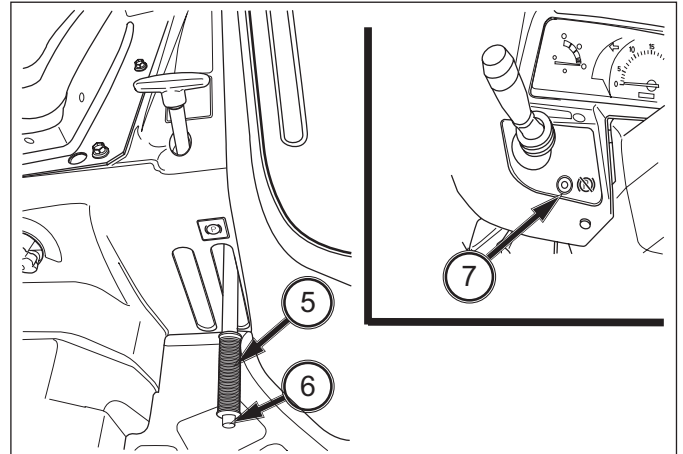

ABB. 48
ABB. 48 und 49: Das innere Bremspedal (1) und das äußere Bremspedal (2) wirkt jeweils unabhängig auf die Bremsen für das linke und rechte Rad, um Kurvenfahrten zu erleichtern. Bei Straßenfahrten oder bei schneller Fahrt müssen die Bremspedale mit einer Verzahnungsplatte (3) verbunden werden. Modelle mit hydrostatischem Getriebe verfügen nicht über Einzelradbremsen, sondern nur über ein einziges Bremspedal (4).